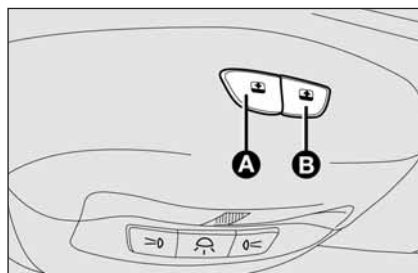

fig. 66
Le toit ouvrant “skydome” a une grande surface et il est formé de 2 panneaux en verre dont l’un est fixe et l’autre peut bouger; ils sont pourvus de rideaux pare-soleil dont le mouvement est manuel et prévoit deux positions (ouvert/fermé). Le fonctionnement du toit ouvrant se produit uniquement si la clé de contact est en position **MAR**. Les boutons **A** et **B**-fig. 66, placés sur le plafonnier central, commandent les fonctions d’ouverture/fermeture.
- appuyer sur le bouton **A**-fig. 66 en position de fermeture;